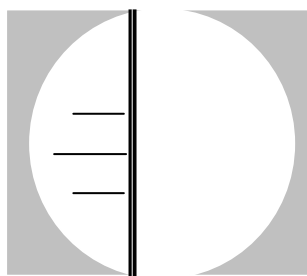

图 5-8A 两侧细线尽量接近
2. 旋转测量鼓轮，使目镜内观察到两侧细线相近移动。两刻线相近时，刻线间的透光缝隙逐渐减少，直至两刻线间处于接近无光隙的临界状态，透光光线极为微弱，如图 5-8A。